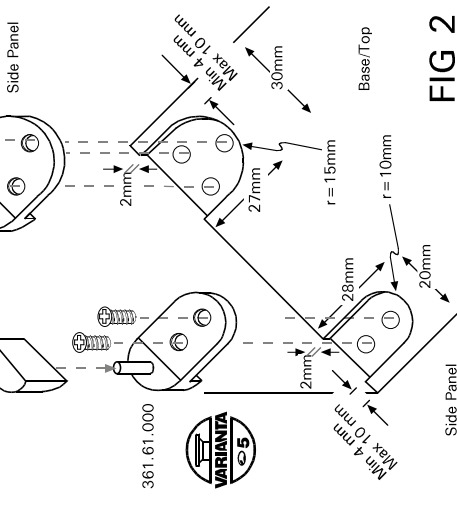
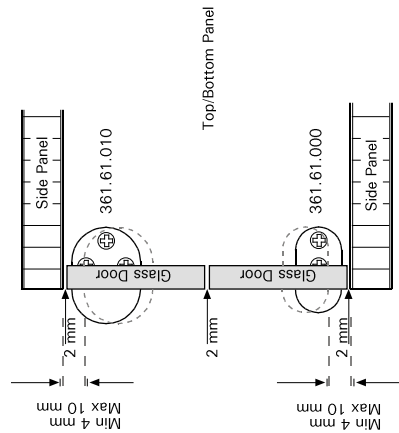

FIG 2
FIG 3
- A cut out for the male part of the hinge and pilot holes for the screws must be machined into the upper and lower panels of the carcass **prior** to assembly. (see Fig 2) Care should be taken that the upper and lower hinges are machined exactly the same distance from the edge of the carcass (see Fig 3).
- Vor dem Zusammenbau des Korpus sollte eine Aussparung für den Zapfen und die Schrauben (beigelegt) in dem oberen und unteren Paneel vorgesehen werden (s. Abb.2). Stellen Sie sicher, daß das obere und untere Scharnier den selben Abstand zu den Korpuskanten hat und die Kante mit dem Korpus bündig ist (s. Abb.3).